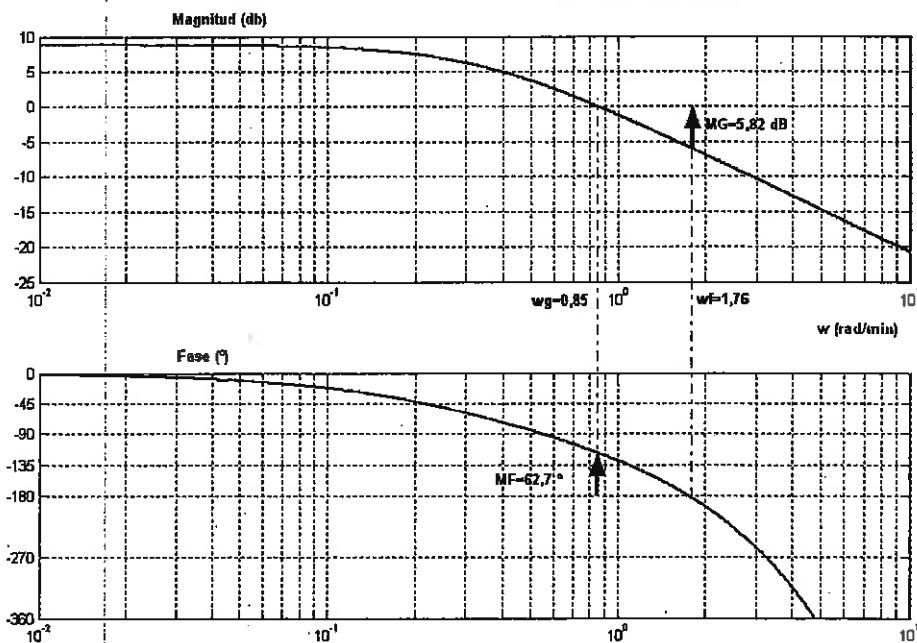

Figura 5: Diagramas de Bode de  $G(s)H(s)$
2. Estudiar la estabilidad del sistema mediante el cálculo analítico de los márgenes de ganancia y fase. Representar gráficamente ambos márgenes sobre los diagrama de Bode de  $G(s)H(s)$  de la Figura 5. ¿Existe algún límite para la ganancia del controlador?